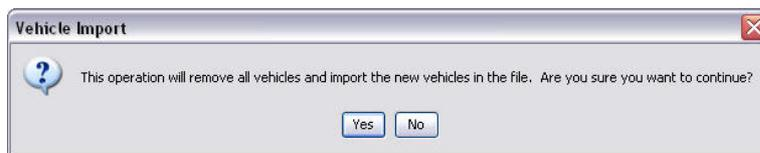

FIG. 157
2. Comparire il messaggio di avviso mostrato nella FIG. 157, che informa che qualsiasi veicolo che è stato già aggiunto al gruppo sarà sostituito dai veicoli nel file importato.